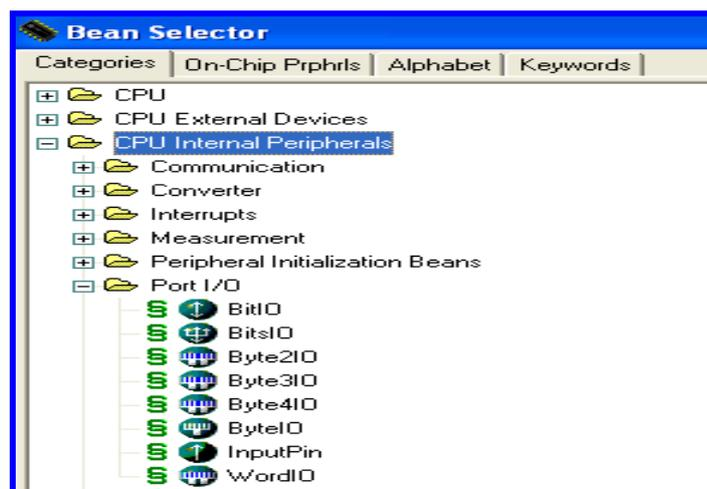

Figura 4.10 Ventana Bean Selector.
13.- Para realizar la práctica del Manejo de los puertos como entrada-salida del microcontrolador utilizaremos los dispositivos *Cpu Internal Peripherals* del *Bean Selector*, con los puertos de entrada-salida *port I/O*. En la Figura 4.10 se muestra la ventana de Bean Selector.